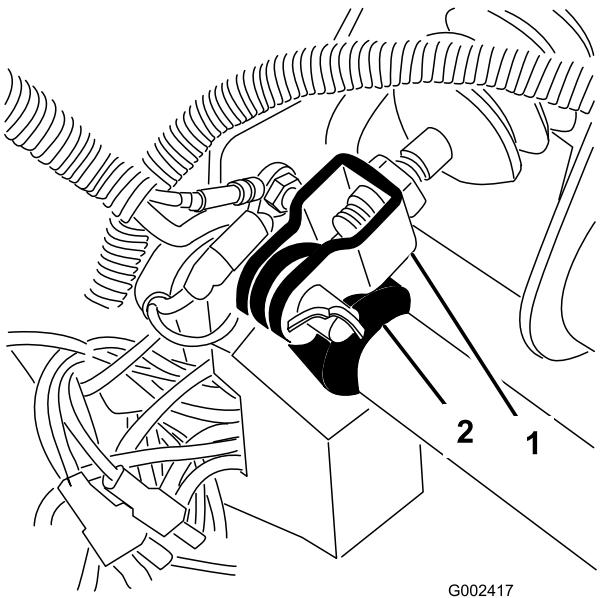

Bild 62
- Nehmen Sie den Splint und Lastösenbolzen ab, mit dem das Hauptzylinderjoch am Bremspedalgelenk befestigt ist (Bild 62).